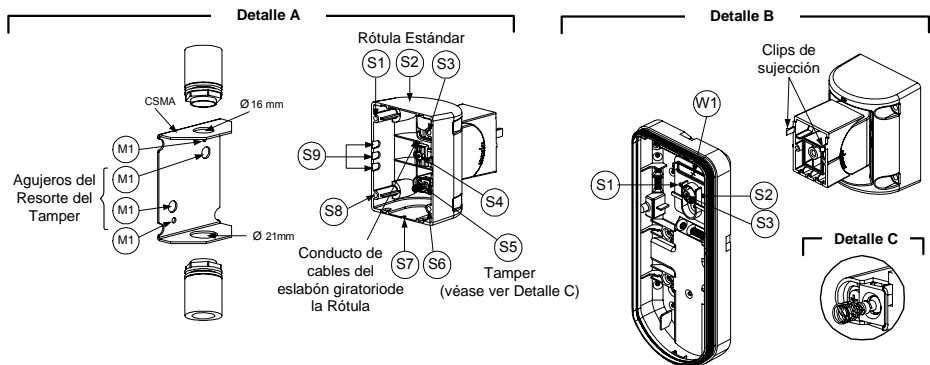

Figura 7
Montaje del Conducto de la Rótula (usando el Adaptador de Conducto de Metal de la Rótula – CMSA) Figura 7, Detalle A)
- d. Inserte los cables externos y los cables del tamper desde el conducto a través del conducto de cables de la rótula (Figura 7, Detalle A).
El resorte del tamber S5 (Figura 7) debe hacer contacto con la pared a través de los agujeros de los resortes del tamber M2 o M3 en el CSMA. Asegúrese de oír el "Click" del tamber al conectar a la pared.
7. Inserte los cables del tamber y el cableado del cable externo a la Rótula a través del agujero pre-marcado W1 en la base externa (Figura 7, Detalle B).